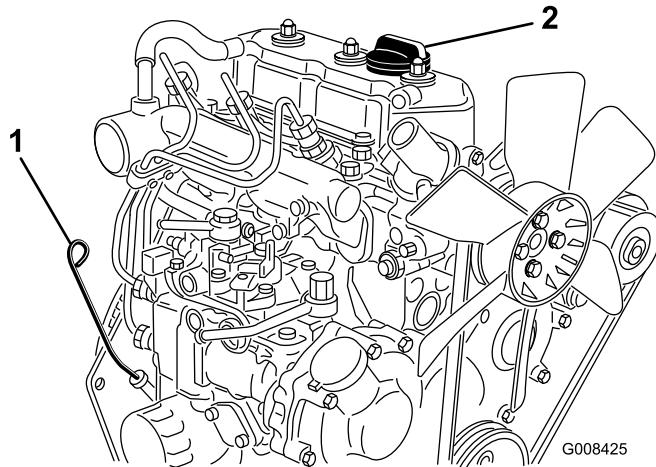

Figura 29
2. Togliete l'asta di livello ed asciugatela con un panno pulito (Figura 29). Inserite l'asta di livello nel tubo, assicurandovi che sia inserita fino in fondo. Estraete l'asta di livello dal tubo e controllate il livello dell'olio. Se il livello dell'olio è basso, togliete il tappo di riempimento dal coperchio della valvola e versate **lentamente** una quantità di olio sufficiente ad alzarne il livello fino al segno di pieno (Full) sull'asta. Rabboccate lentamente l'olio e controllate spesso il livello durante questa operazione. **Non riempite troppo..**